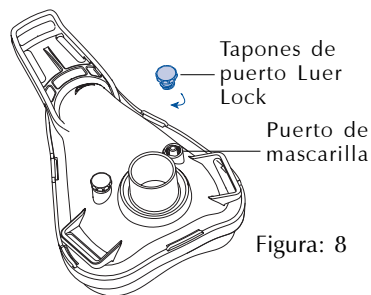

Figura: 8
- 1 Inserte los tapones de puerto Luer Lock haciéndolos girar sobre los puertos de la mascarilla (fig. 8).